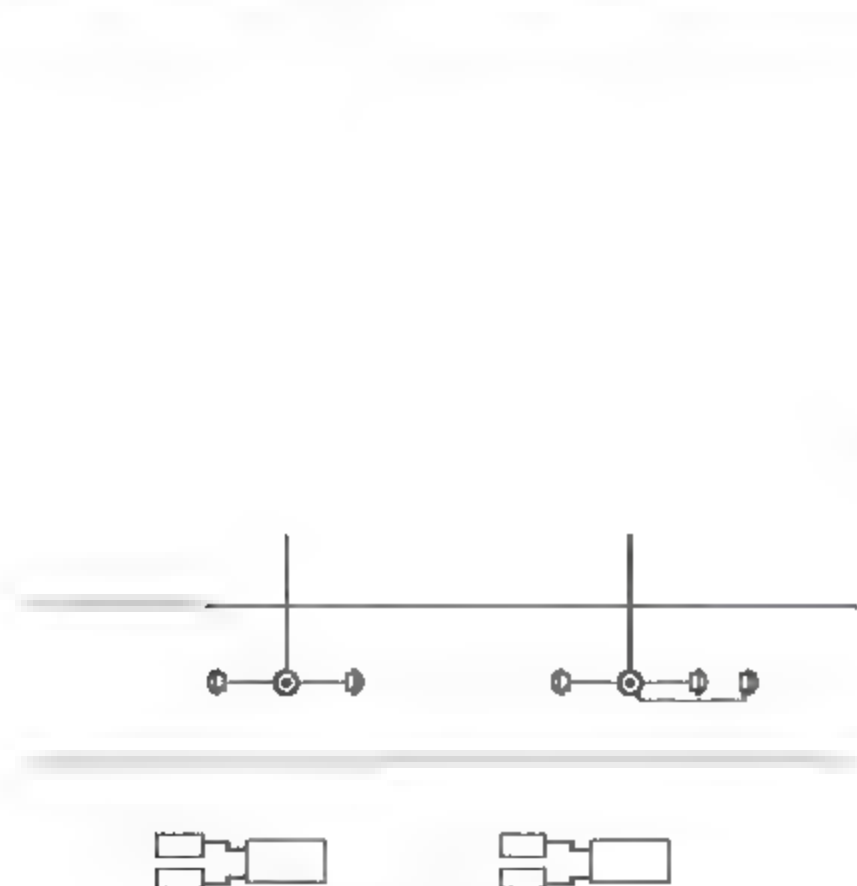

图13-48 绘制线路
**05** 调用PL【多段线】命令，绘制线路来连接矩形，结果如图13-48所示。